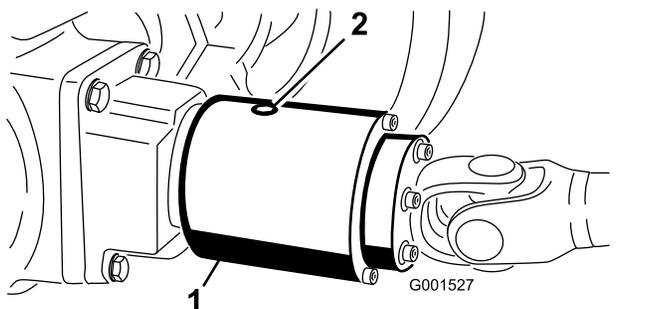

Figura 63
- Girate la frizione in modo che il tappo di spurgo sia in posizione discendente (Figura 63).